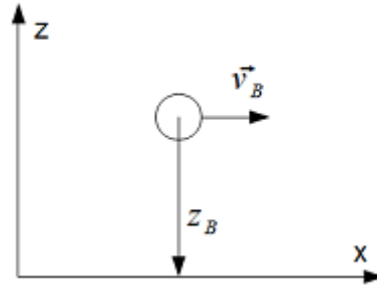

FIGURE 3.1 – Énergie du système "Ballon de foot"
**N.B.** Exemple d'un ballon de foot rempli d'air et de masse  $m_B$  (Figure 3.1)